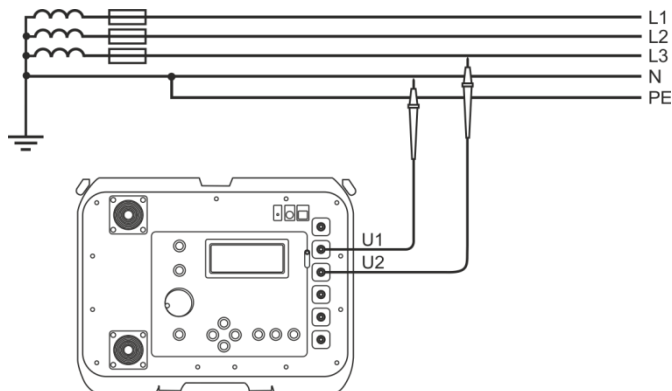

Fig. 11 Mesure de tension alternative - schéma
- brancher les fils de mesure aux prises:  $U_1$  et  $U_2$  (fig. 11),